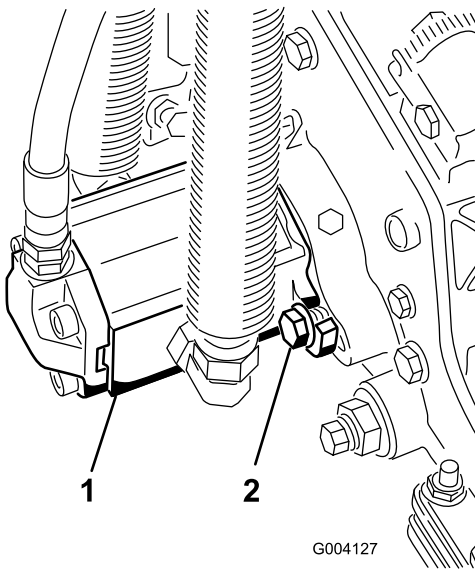

Figura 30
- Para instalar el motor, gírelo en sentido horario para que las bridas del motor no choquen con los pernos (Figura 30).